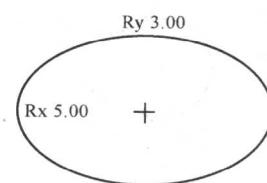

图 1-24 绘制椭圆
(1) 单击 按钮，然后在绘图区中某位置处单击确定椭圆的中心点，这时将显示一条橡皮筋线附着在鼠标指针上。
(2) 调整指针的位置可以改变椭圆的长、短轴的大小，将椭圆调整至合适的形状和大小后单击即完成绘制，如图 1-24 所示。